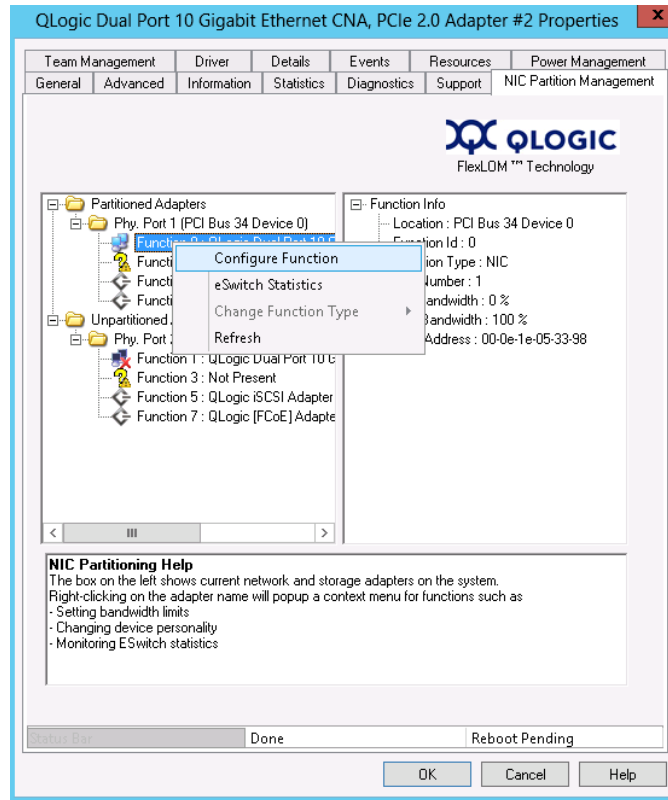

Abbildung 4-29. Auswählen der Konfigurationsfunktion für Funktion 0
2. Klicken Sie mit der rechten Maustaste auf die Funktionsnummer des zu konfigurierenden Ports, und wählen Sie im Kontextmenü die Option **Configure Function** (Funktion konfigurieren) aus (siehe Abbildung 4-29).